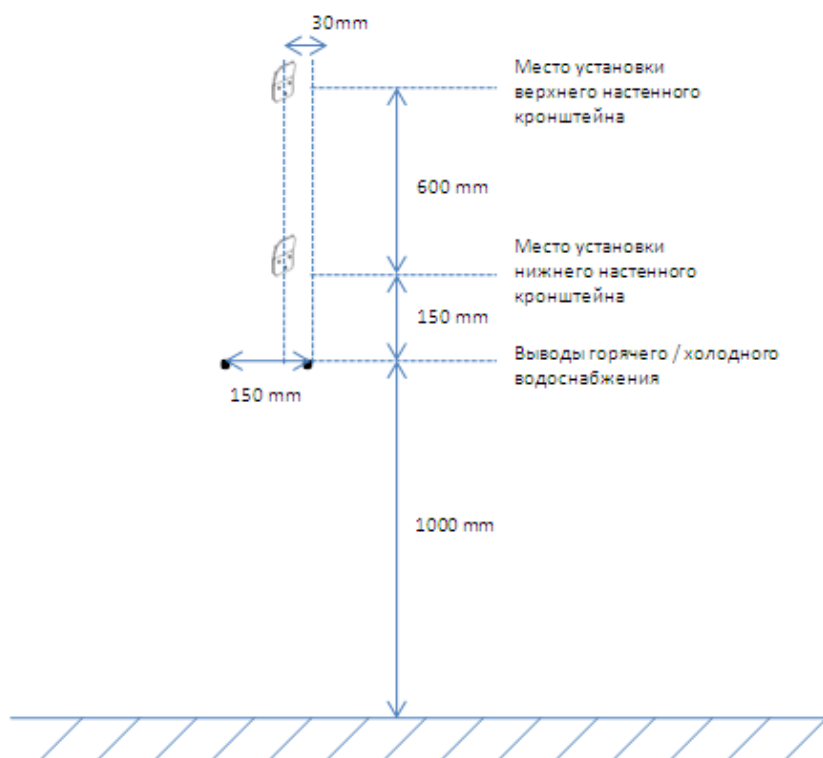

Рис. 2
1. Установите Верхний душ (6) на корпус душевой панели с помощью винтов (7):
2. Подключите разъемы (15) к выводам подвода для горячей / холодной воды из стены, установите прокладку с сеткой (14):
3. В соответствии с расстояниями указанными на схеме (см. Рис.2) установите настенные кронштейны (3) на стену: